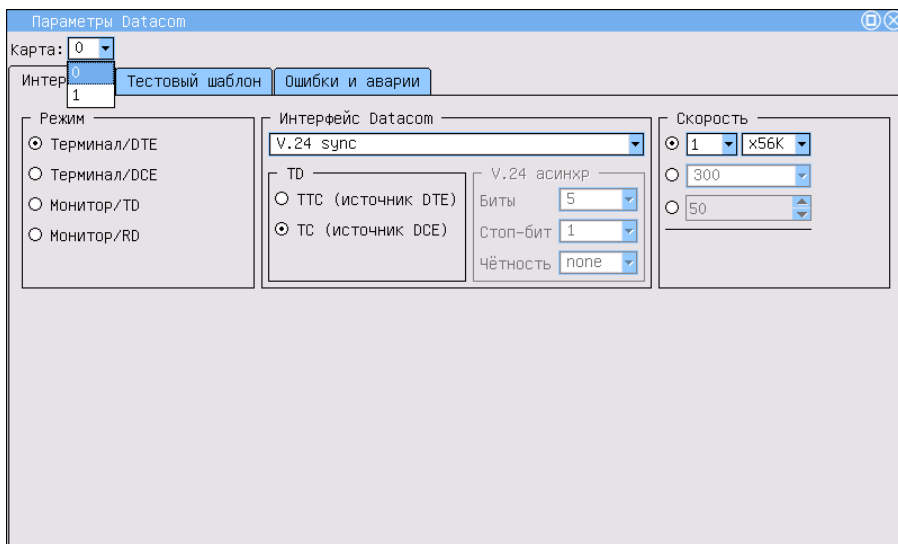

Рис. 3.2: Выбор карты
2. Выбрать активную карту В4-DC (см. рис.3.2).